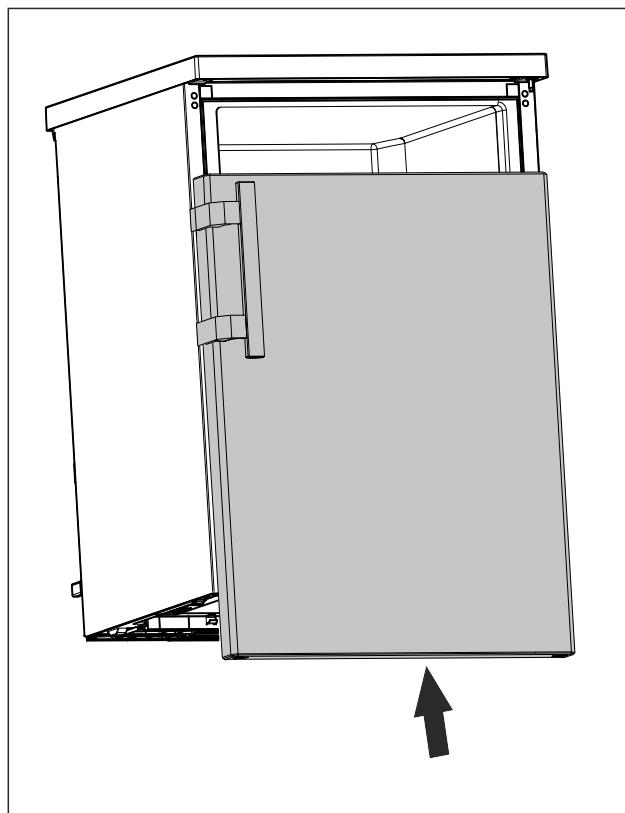

Fig. 24
- Vrata v zaprtem stanju potisnite na zgornji sornik. (glejte Fig. 24)